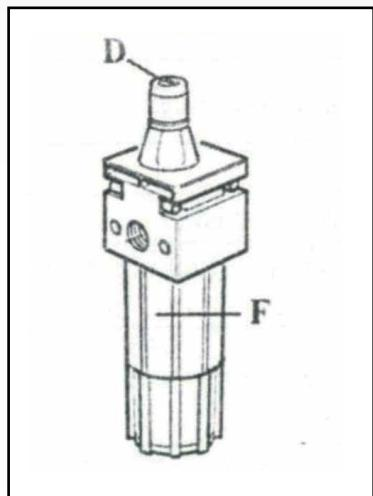

Рисунок 23
1. По возможности каждую неделю, но не реже одного раза в месяц, смазывайте направляющие ползунов зажимных кулаков, а также очищайте от загрязнений поворотный стол дизельным топливом. Регулярно проверяйте уровень масла в маслораспылителе. При необходимости доливайте масло, открутив стакан маслораспылителя F (рисунок 23).
2. Капля масла должна падать в прозрачный стакан маслораспылителя при каждом третьем или четвертом нажатии на педаль (11). В противном случае, отрегулируйте с помощью отвертки установочный винт D маслораспылителя (рисунок 23).